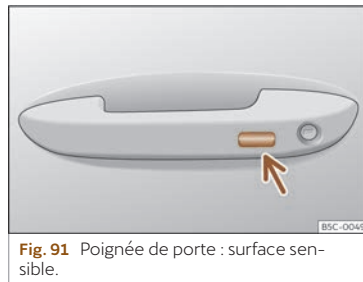

Fig. 91 Poignée de porte : surface sensible.
- **OU** à l'aide du système Keyless Access (verrouillage uniquement) : Appuyez un doigt pendant quelques secondes sur la surface sensible de verrouillage >>> fig. 91 (flèche) de la poignée de porte jusqu'à ce que les vitres et le toit ouvrant se ferment. Si vous cessez de toucher la surface sensible, la fonction d'ouverture/fermeture s'interrompt.
- Appuyez un doigt pendant quelques secondes sur la surface sensible de verrouillage >>> **fig. 91** (flèche) de la poignée de porte jusqu'à ce que le toit ouvrant se ferme. Si vous cessez de toucher la surface sensible, la fonction d'ouverture/fermeture s'interrompt.